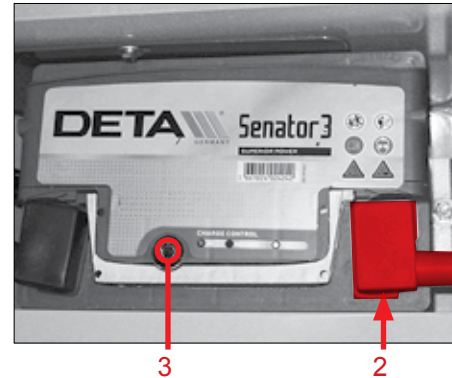

Fig. 114
- Veiller à ce que le cache de la borne positive soit toujours en place et correctement raccordé pos. 2 (Fig. 114).
- Tenir compte du témoin de contrôle de la batterie. Le témoin de contrôle se trouve sur la partie supérieure de la batterie pos. 3 (Fig. 114) :